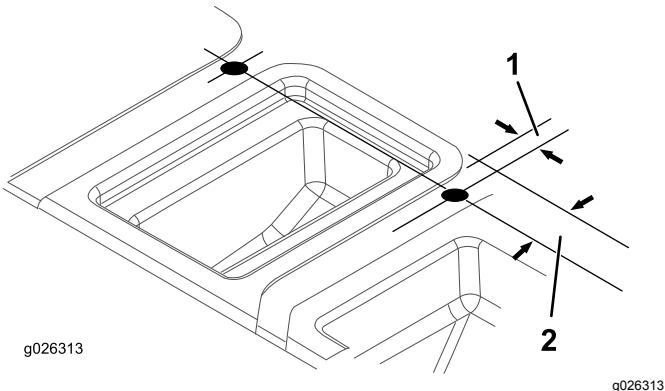

図 9
7. 図 9 に示された寸法で、座席シュラウド上面に穴を 2ヶ所あける。